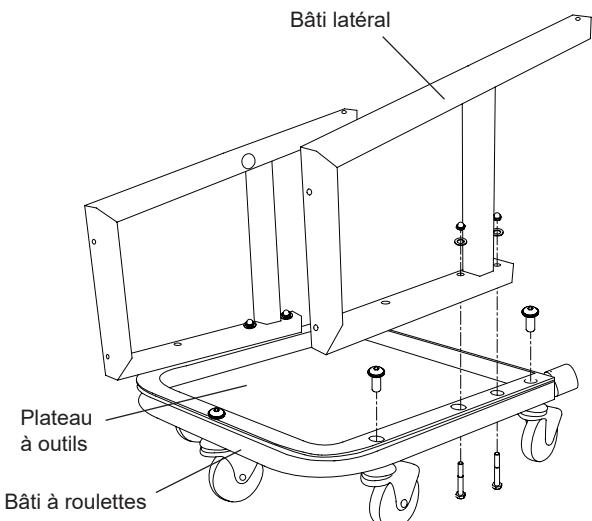

Figure 2 : Assemblage du plateau à outils et des roulettes
- Assemblez le plateau à outils et les cinq roulettes sur le bâti à roulettes à l'aide de vis de serrage cylindrique à tête à six pans creux. Fixez ensuite les deux bâts latéraux du galet sur le bâti à roulettes avec deux corps de boulon à tête hexagonale M8 x 60, deux rondelles et deux écrous borgnes (figure 2).